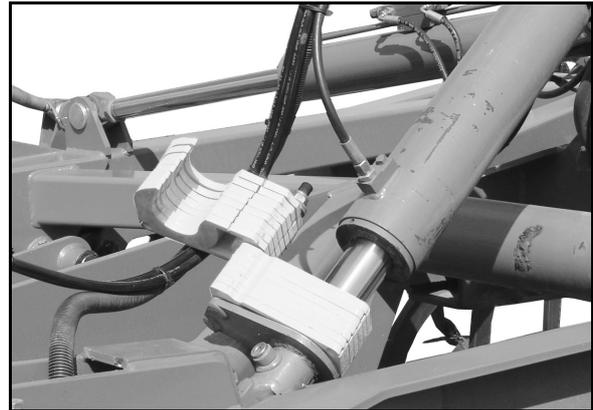

Fig. 48
- am Fahrwerks-Hydraulikzylinder (Fig. 48),